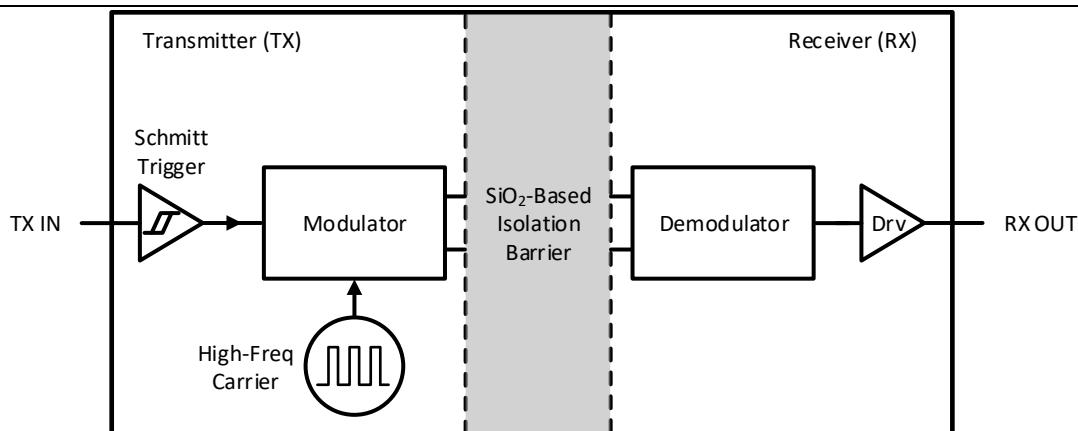
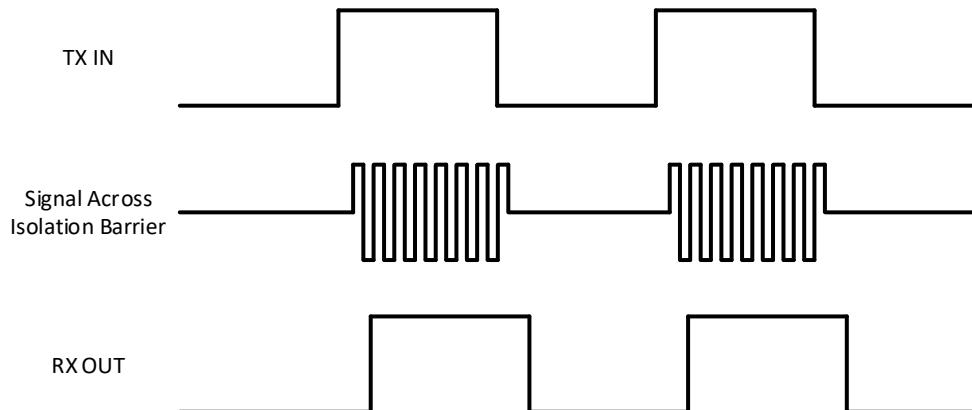

图 8-2 隔离通道的框图
图 8-3 OOK 调制方案的工作波形示意图
CA-IS1306x 器件通过使用简单的开关键控 (OOK) 调制方案在基于二氧化硅的隔离层之间传输数位流。该隔离层支持高低压域之间高达 $5 \text{ kV}_{\text{RMS}}$ 的电气隔离。隔离通道的框图如图 8-2 所示。如图 8-3 所示，当数位流为高电平时，发射机 (TX) 通过高频载波对其进行调制，当数位流为低电平时则不调制。接收机 (RX) 解调通过隔离层的信号并将其准确地恢复成数位流。隔离通道采用全差分电容耦合架构，对共模瞬态噪声不敏感，因此可以最大化 CMTI 性能。该结构和相关电路同时提供低辐射和高磁场抗扰度。